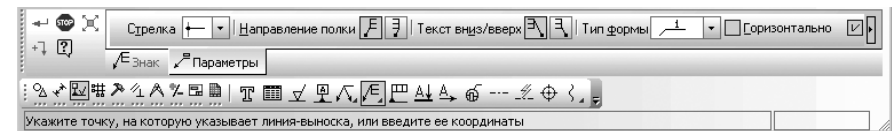

Рис. 6.10. **Панель свойств: Обозначение позиций** с открытой вкладкой **Параметры**, **Компактная панель** и **Строка сообщений**
- щелкните на **Компактной панели** по кнопке переключателя – **Обозначения**, а затем в появившейся панели инструментов по кнопке – **Обозначение позиций**. Появится соответствующая **Панель свойств: Обозначение позиций** с двумя вкладками **Знак** и **Параметры** (рис. 6.10).
**Панель свойств: Обозначение позиций** с открытой вкладкой **Параметры** (см. рис. 6.10) включает ряд элементов управления: